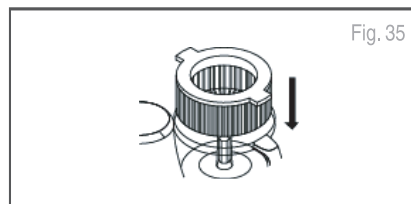

Fig. 35
2. Ubique el recipiente del exprimidor dentro del recipiente de la procesadora (Fig. 35).